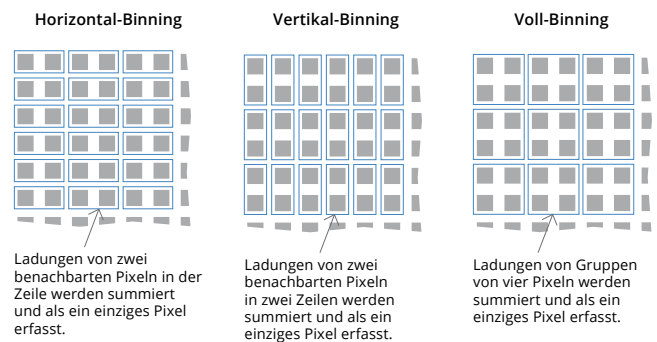

Abb. 6: Sensor-Binning.
**Unter Binning** versteht man die Eigenschaft einer Kamera, mehrere benachbarte Pixel im Sensor zusammenzufassen, gewöhnlich in Reihen oder Spalten oder häufiger in 2x2 oder 4x4 Quadraten (siehe Abb. 6). Obwohl die Auflösung in diesem Fall natürlich abnimmt, führt dies zu einer Verbesserung einer Reihe anderer Eigenschaften. Bei einem 2x2-Binning wird die Auflösung halbiert, doch die Empfindlichkeit und der Kontrastumfang werden 4-mal gesteigert (die Kapazitäten jedes einzelnen Potentialtopfes werden summiert), die Auslesezeit wird ebenfalls halbiert (die Bildfrequenz also verdoppelt), das Rauschen wird geviertelt.